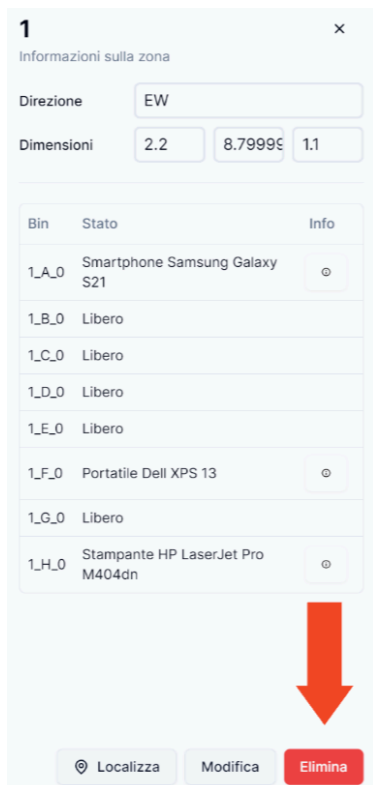

Figura 38 Pulsante di eliminazione zona_G nel pannello di informazioni di una zona_G
- il pulsante **Elimina** (evidenziato in rosso) contenuto nella parte inferiore del pannello relativo alla visualizzazione delle informazioni di una zona_G (Figura 38);